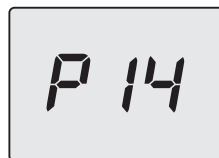

Figura 5.65
- Premere per 1 sec. il tasto 13 (Figura 5.61) per entrare nel parametro selezionato. Il display visualizzerà quanto segue (Figura 5.65).